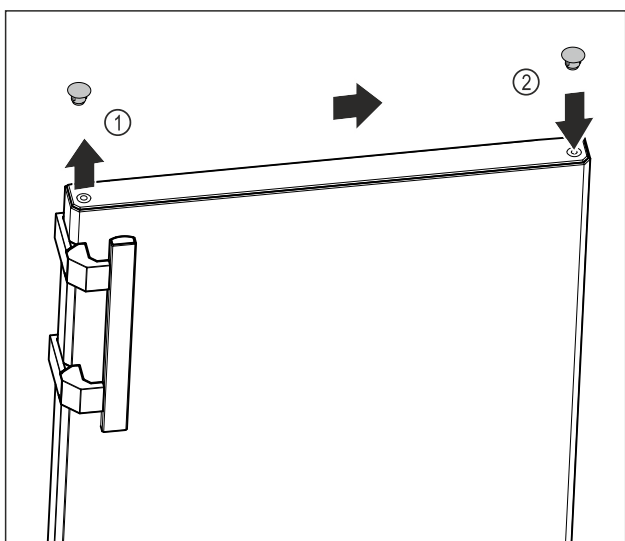

Fig. 10
- ▶ Обережно підніміть заглишки у верхній частині дверцят Fig. 10 (1) за допомогою шліцевої викрутки.
- ▶ Вставте заглишки з протилежного боку. Fig. 10 (2)